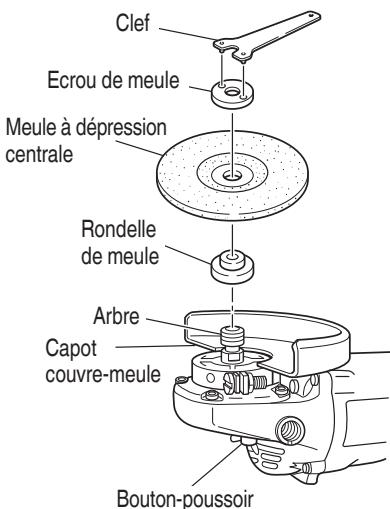

Fig. 4
S'assurer que la bouton-poussoir n'est pas engagée appuyant dessus deux ou trois fois avant de mettre la meuleuse à disque en marche. (Fig. 4)
- (1) Mettre la meuleuse à disque à l'envers de façon que l'arbre soit dirigé vers le haut.
- (2) Aligner l'entaille de forme ovale de la rondelle de meule avec l'encoche de l'arbre, puis les attacher.
- (3) Positionner la protubérance de la meule à dépression centrale sur la rondelle de meule.
- (4) Visser l'écrou de meule sur l'arbre.
- (5) Tout en poussant sur la bouton-poussoir avec une main, verrouiller l'arbre en tournant doucement la meule à dépression centrale avec l'autre main. Serrer l'écrou de meule en utilisant la clé fournie comme montré sur la Fig. 4.